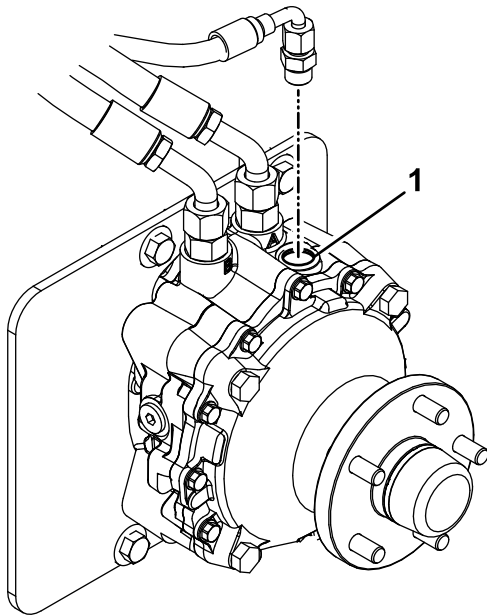

Рисунок 69
9. Вийміть заглушку заливного отвору у верхній частині кожного приводу колеса (Рисунок 69).